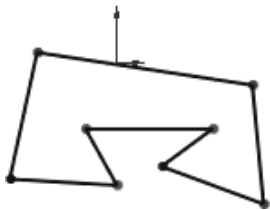

图 5.1.8 草绘横断面的初步图形
- 绘制横断面草图时，开始时没有必要很精确地绘制横断面的几何形状、位置和尺寸，只要大概的形状与图 5.1.8 相似即可。